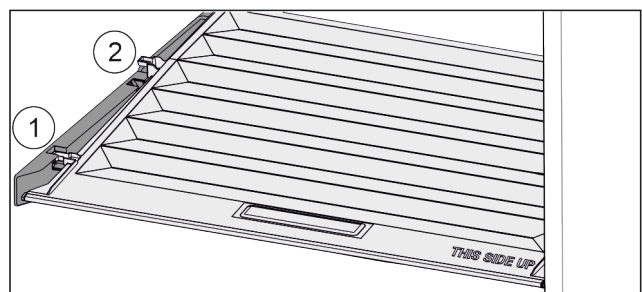

Fig. 35
- Deckel bis zur Öffnung in den Halteteilen nach vorne ziehen Fig. 35 (1).
- Hinten von unten anheben und nach oben wegnehmen Fig. 35 (2).